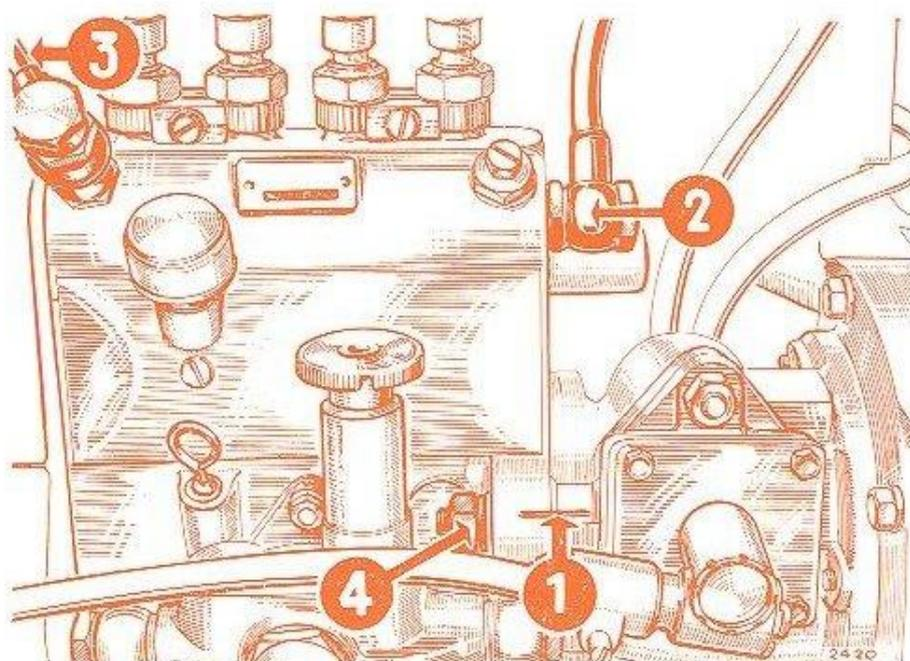

FIG. 37. — Repérage pour le calage de la pompe à injection.
Après avoir procédé à l'accouplement des cannelures, disposer face à face les repères (**rep. 1, fig. 37**) frappés sur le support et sur la bride de la pompe, puis bloquer énergiquement les quatre écrous de fixation munis de leurs rondelles plates et grower.
- Démontez complètement la tuyauterie d'arrivée de combustible (**rep. 2, fig. 37**) à la pompe d'injection et disposer sur ce raccord un petit réservoir à combustible.
- Démontez complètement la tuyauterie de retour (**rep. 3, fig. 37**) et obturer l'orifice découvert au moyen d'un raccord approprié.
- Desserrer les quatre écrous (**rep. 4, fig. 37**) fixant la pompe au moteur de façon à rectifier le point d'injection, en jouant sur les lumières usinées dans le carter de pompe, puis resserrer un seul écrou. Réaliser ensuite une nouvelle vérification comme indiqué au **point 6**.
- Après vérification, bloquer énergiquement les quatre écrous (**rep. 4, fig. 37**).